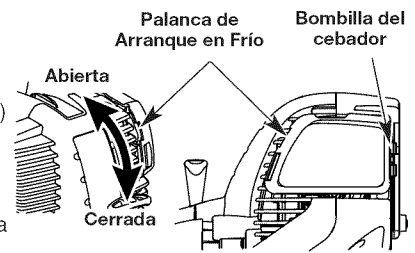

Fig. 10
SI ESTÁ FRÍO... Para funcionamiento en tiempo de frío (por debajo de 40°F), gire la palanca de arranque para tiempo frío (Fig. 10) hacia abajo hasta la posición de arranque/cerrada y continúe al paso 3. NO gire esta palanca hacia abajo si la temperatura está por encima de 40°F.
3. Oprima completamente y libere la pera del cebador 10 veces, lentamente. Deberá verse alguna cantidad de combustible en la pera del cebador (Fig. 10). Si no puede ver combustible en la pera, oprima y suelte la pera tantas veces como sea necesario hasta que vea combustible en la misma.